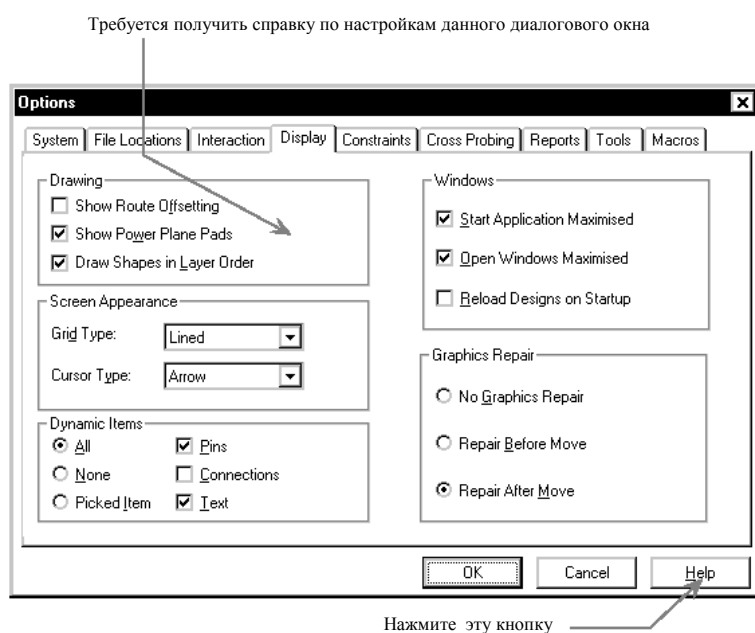

Рис. 8. Вызов контекстно-зависимой справки.
2. Выполним щелчок левой кнопкой мыши на кнопке Help (рис. 8).